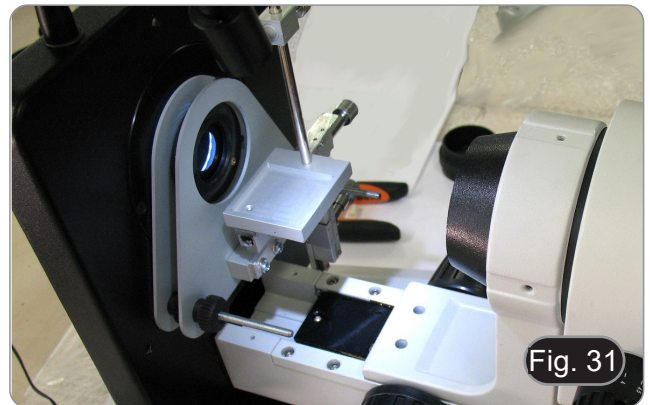

Fig. 31
3. Rodar o microscópio para a posição horizontal. (Fig. 31)